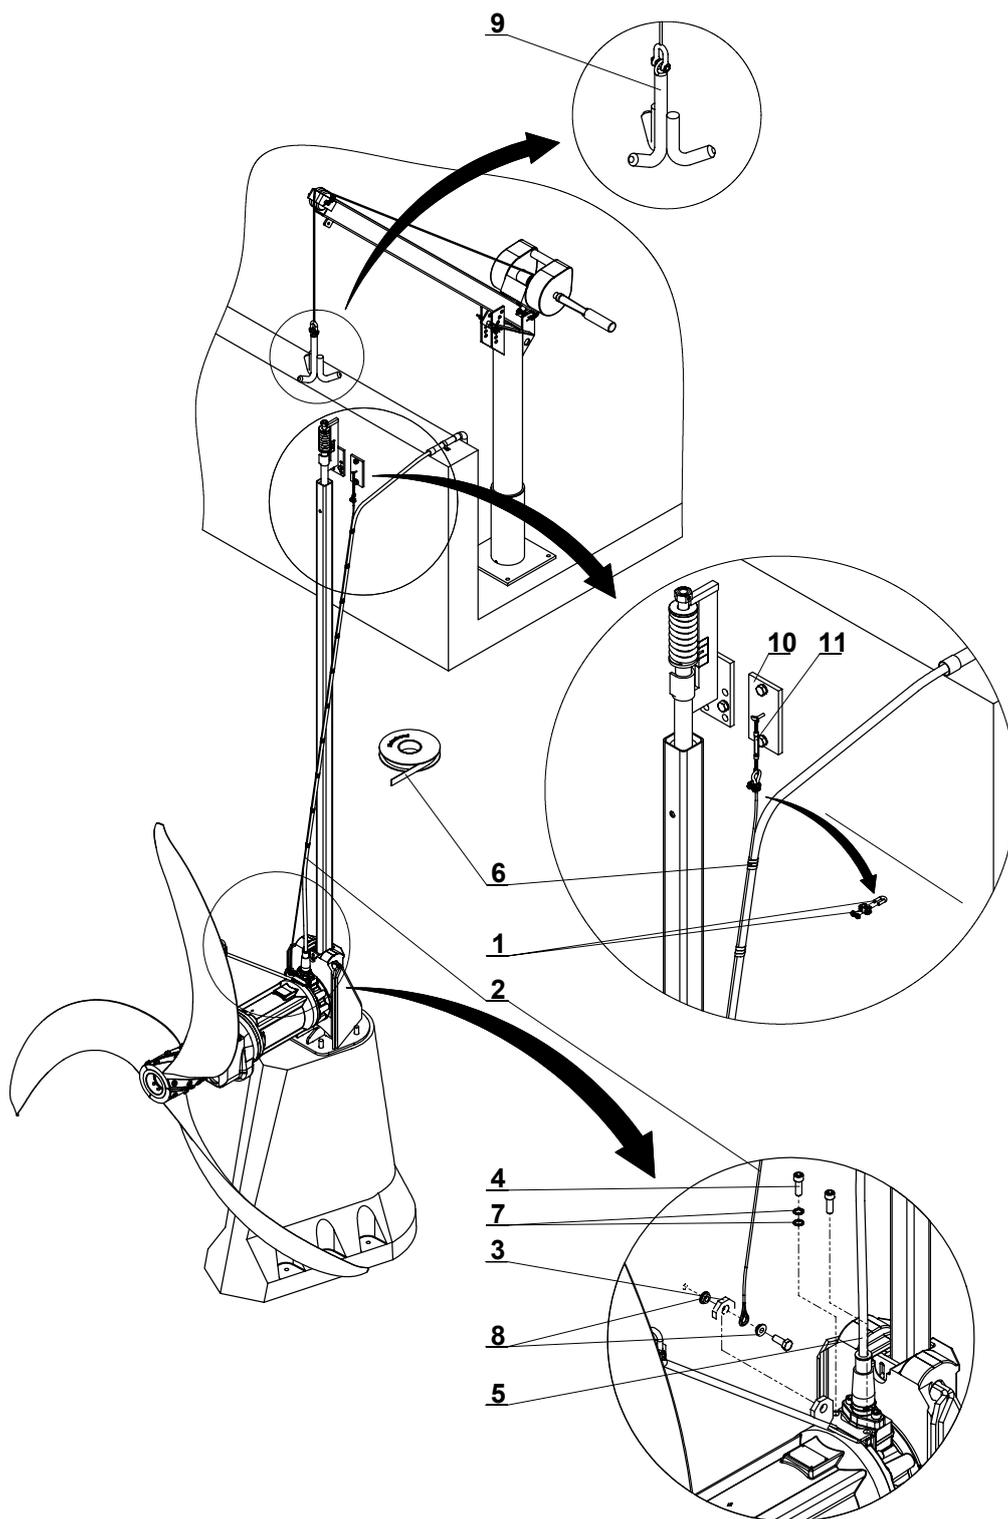

Figura 16 Montaje del cable de arriostamiento
- Acto seguido, fije el cable de conexión del motor con la cinta adhesiva especial suministrada (16/6) a intervalos de **aprox. 50 cm** al cable de acero inoxidable *tal como se muestra en la figura 16*.
Conexión estrella de arranque directo (Figura 16)